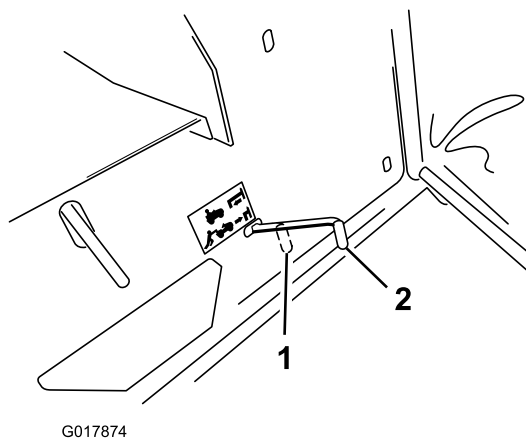

Figura 13
Nota: Il sistema di trazione è disinserito, e le ruote girano liberamente (Figura 13).
2. Estraete il comando della trazione dalla posizione di funzionamento (Figura 13) per ingranare la trazione.